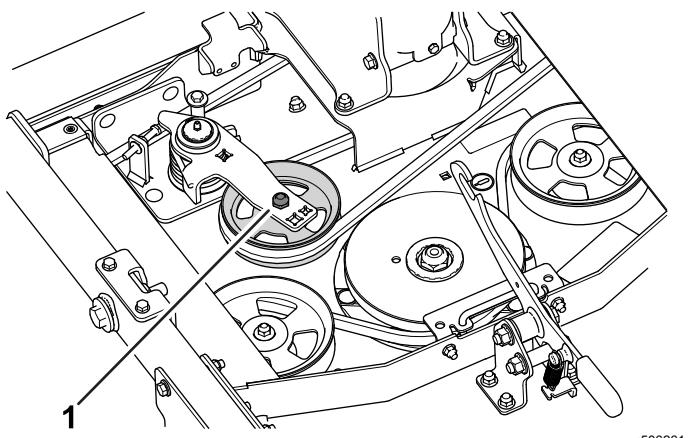

Bild 7
7. Legen Sie den Treibriemen um die Spannscheibe (Bild 7).